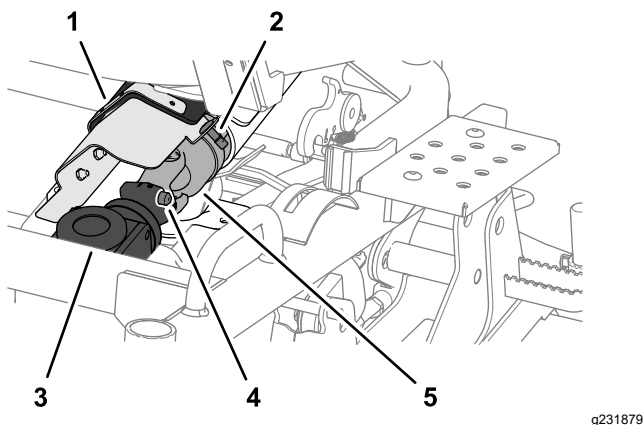

Figura 112
1. Rotii elementul de fixare cu un sfert de tură i deschidei capacul articulației universale de la capacul curelei (Figura 112).
- Deconectai capătul din față al arborelui de transmisie de la cutia de viteze a punii mainii de tuns iarba apăsând sistemul cu pin i arc i apoi trăgând capătul arborelui de transmisie în spate (Figura 112).
- Alinai canelurile cuplajului universal al arborelui de transmisie cu canelurile din cuplajul cutiei de viteze; consultai Figura 112 din Deconectarea arborelui de transmisie de la cutia de viteze a punii mainii de tuns iarba (Pagină 81).
- Apăsai sistemul cu pin i arc i apoi împingei capătul arborelui de transmisie în față; consultai Figura 112 din Deconectarea arborelui de transmisie de la cutia de viteze a punii mainii de tuns iarba (Pagină 81).
- Eliberați sistemul cu pin i arc i verificați dacă cuplajul universal al arborelui de transmisie este blocat în cutia de viteze a punii de mainii de tuns iarba; consultai Figura 112 din Deconectarea arborelui de transmisie de la cutia de viteze a punii mainii de tuns iarba (Pagină 81).
- Închideți capacul cuplajului universal i fixați-l la capacul curelei cu dispozitivul de fixare cu rotire un sfert de tură; consultai Figura 112 din Deconectarea arborelui de transmisie de la cutia de viteze a punii mainii de tuns iarba (Pagină 81).